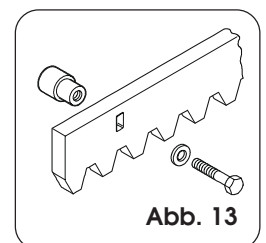

Abb. 13
**4.4.1. ZAHNSTANGE AUS STAHL FÜR DIE VERSCHWEISSUNG (Abb. 13)**